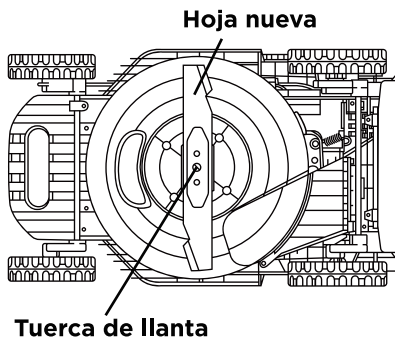

Fig. 12
- e. Coloque la nueva cuchilla en la misma posición y fíjela con la tuerca original (Valor de par requerido: 20-25 N·m) (Fig. 12).